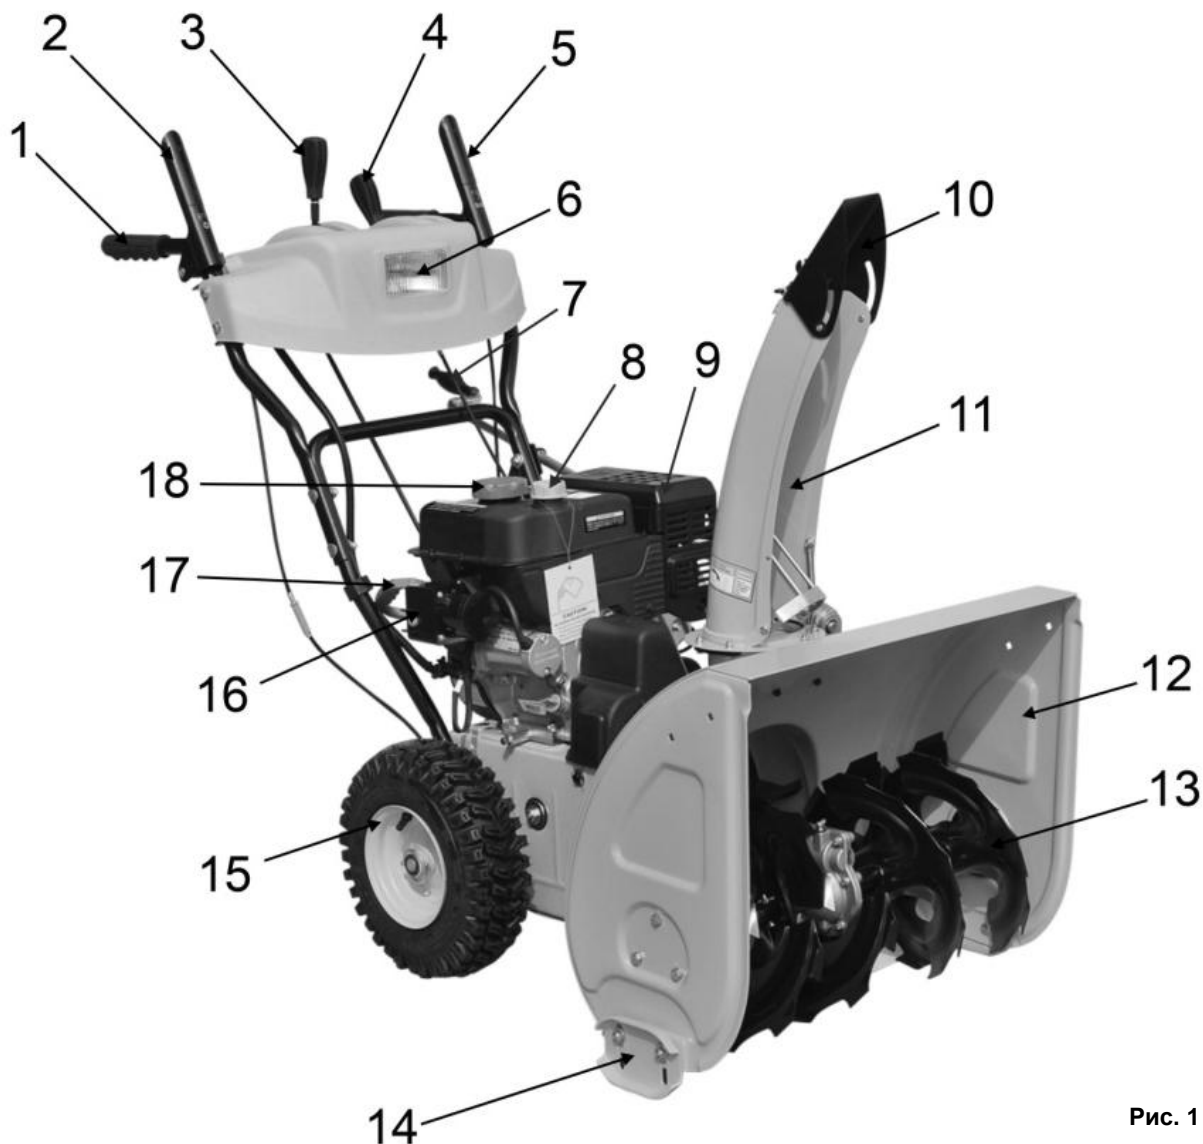

Рис. 1
- Снегоборщик вращением лопастей шнека (13)(См. Рис.1) убирает снежный покров с ровных площадей, и через снегоотвод (11) выбрасывает его в выбранную сторону.
- Шнек (13)(См. Рис.1) - винтовой механизм в виде стержня с наклонными лопастями, приводимый в действие двигателем. Шнек захватывает, и транспортирует снежную массу внутрь снегоборщика на вращающуюся крыльчатку (импеллер), далее снежная масса выбрасывается в необходимую сторону (влево или вправо), через поворачиваемый желоб (снегоотвод).
- Выбор направления отвода снега устанавливается вручную поворотом рукоятки (7)(См. Рис.1).
- Снегозаборник (12)(См. Рис.1) служит для захвата снега и направления его потока в рабочую зону снегоборщика (на шнек).
- Фара (6)(См. Рис.1) служит для освещения рабочей зоны в условиях недостаточной видимости.
Рычаг привода колес (2)(См. Рис.1; 2)
- При нажатии рычага привода колес (2), включается система привода, и снегоборщик начинает движение.
- При отпускании рычага привода колес (2), привод отключается, и снегоборщик прекращает движение.
Рычаг выбора направления и скорости движения (3)(См. Рис.1; 2)
- Для изменения режима (направления) самоходного движения снегоборщика используйте рычаг (3)(См. Рис.1; 2).
- Для изменения режима (направления) движения после остановки снегоборочника переведите рычаг (3)(См. Рис.1; 2) в соответствующее выбранному режиму положение.
- Для изменения скорости движения снегоборочника плавно переместите рычаг (3)(См. Рис.1; 2) в сторону увеличения либо уменьшения оборотов.
Рычаг изменения дальности выброса снега (4)(См. Рис.1; 2)
- Рычаг (4) изменяет положение угла наклона дефлектора (отражателя) снегоотвода
- Для регулировки дальности выброса снега установите рычаг (4)(См. Рис.1) в требуемое положение.
Рычаг привода шнека (5)(См. Рис.1; 2)
- При нажатии рычага привода шнека (5), включается система привода, и лопасти шнека (13)(См. Рис.1) начинают вращение.
- Установите желоб снегоотвода (11)(См. Рис.1) на выпускной канал импеллера.
- Совместите витки спирали рукоятки поворота снегоотвода (7)(См. Рис.1; 5) с прорезями фланца желоба.
- Установить в отверстие на рычаге управления (2; 4)(См. Рис.1) верхний Z-образный конец троса (22)(См. Рис.6).